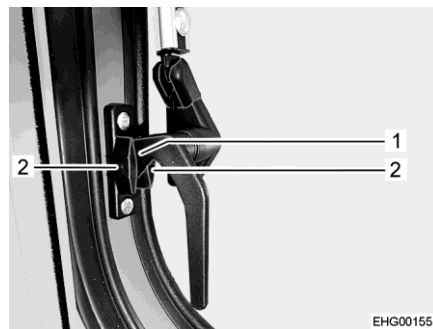

Fig. 52 Palanca de bloqueo de al lado (posición "Ventilación continua")
- Girar las palancas de bloqueo de al lado un cuarto de vuelta hacia abajo. En esto, introducir el saliente de bloqueo (Fig. 52,1) entre las dos mitades del bloque de bloqueo.